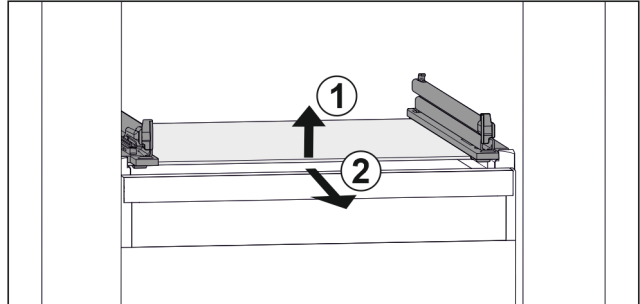

Fig. 118 Примерное отображение стеклянной пластины
- ▶ Приподнимите стеклянную пластину спереди. Fig. 118 (1)
- ▶ Извлеките стеклянную пластину движением вперед. Fig. 118 (2)